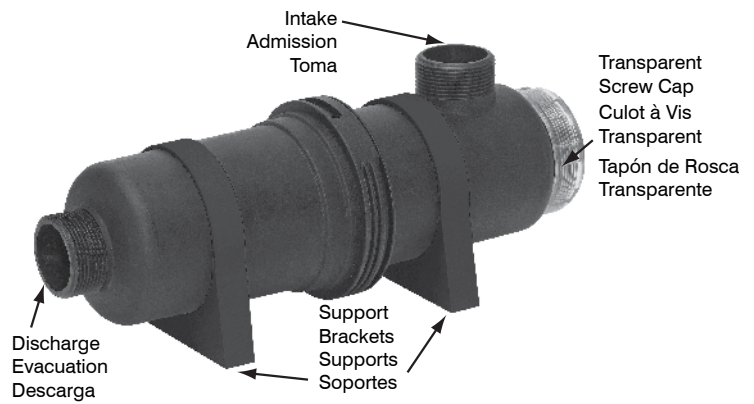
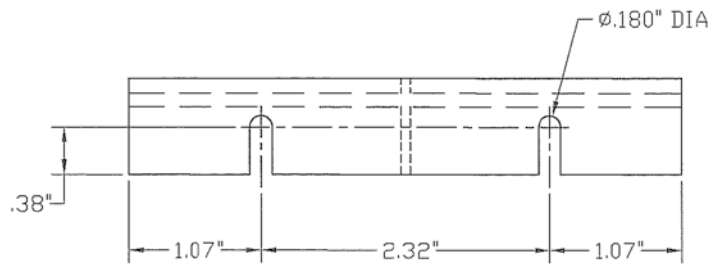

FIGURE 4
FIGURE 5
14. Attach the two support brackets to the housing (Figure 4) Note: each bracket also has mounting features, if desired, to secure the unit to a surface (Figure 5).
16. Connect the intake and discharge lines to the hose adapter (figure 4).
- Fixez les deux supports au caisson (Figure 4) Remarque : chaque support a également des caractéristiques de montage, si désiré, pour fixer l'unité sur une surface (Figure 5).
- Connectez les lignes d'admission et d'évacuation à l'adaptateur de tuyau (figure 4).